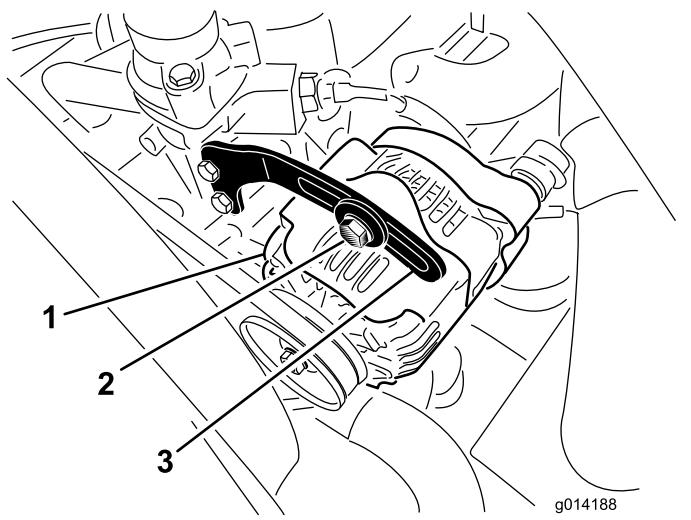

Figura 45
2. Verifique a tensão da correia do alternador, premindo-a (Figura 45) até meio caminho entre as polias do alternador e do cárter com uma força de 10 kg.
3. Desaperte o parafuso que prende o suporte ao alternador (**Figura 45**) e o parafuso da articulação do alternador.